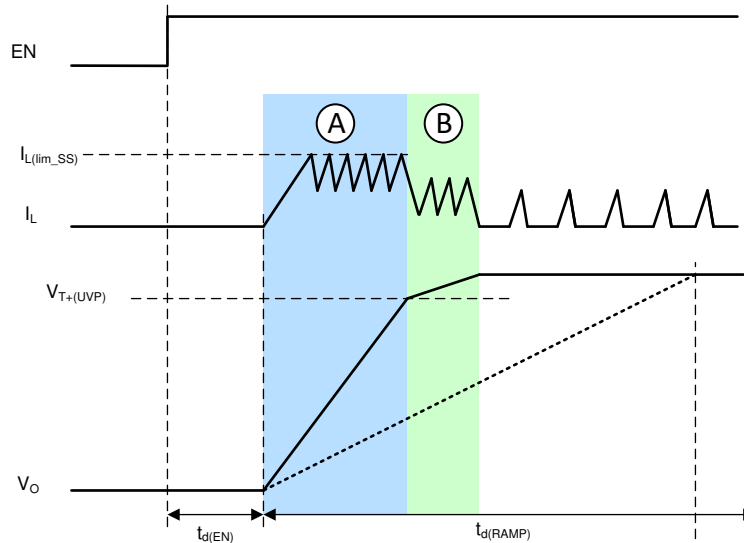

图 7-1. 典型的软启动行为
TPS631012A 和 TPS631013A 具有两种启动机制，具体由寄存器 CONTROL2 中的 FAST\_RAMP\_EN 位控制。图 7-1 显示了典型的启动情况（低输出负载，典型输出电容）。
- 当 FAST\_RAMP\_EN = 1 时，快速斜坡模式将启用。输出斜坡行为如图 7-1 中的实线  $V_o$  所示
- 当 FAST\_RAMP\_EN = 0 时，快速斜坡模式将禁用。输出斜坡行为如图 7-1 中的虚线  $V_o$  所示
启用快速斜坡模式后，如果选择的电容小于所选斜坡时间  $t_{d(RAMP)}$  对应的电容值时，这些器件将控制电感器峰值电流以限制浪涌电流并确保尽可能快速软启动。然后，输出电压上升速度快于基准电压斜坡（请参阅图 7-1 中的 A 相）。为了避免输出过冲，当输出接近目标电压并遵循即将完成启动的电压斜坡所给出的基准电压斜坡压摆率值时，电流钳位将停用（请参阅图 7-1 中的 B 相）。从电流钳位状态的转换使用  $V_{T+(UVP)}$  阈值来检测，其中该阈值通常为目标输出电压的 90%。在 B 相之后，输出电压将很好地调节至标称目标电压。电流波形取决于输出负载和运行模式。启动期间的电流限制有两个选项，并由寄存器 CONTROL2 中的 CL\_RAMP\_MIN 位控制。
- 当 CL\_RAMP\_MIN = 0 时，启动期间的典型电流限制（图 7-1 中的 A 相）为 500mA
- 当 CL\_RAMP\_MIN = 1 时，启动期间的典型电流限制（图 7-1 中的 A 相）为 1000mA